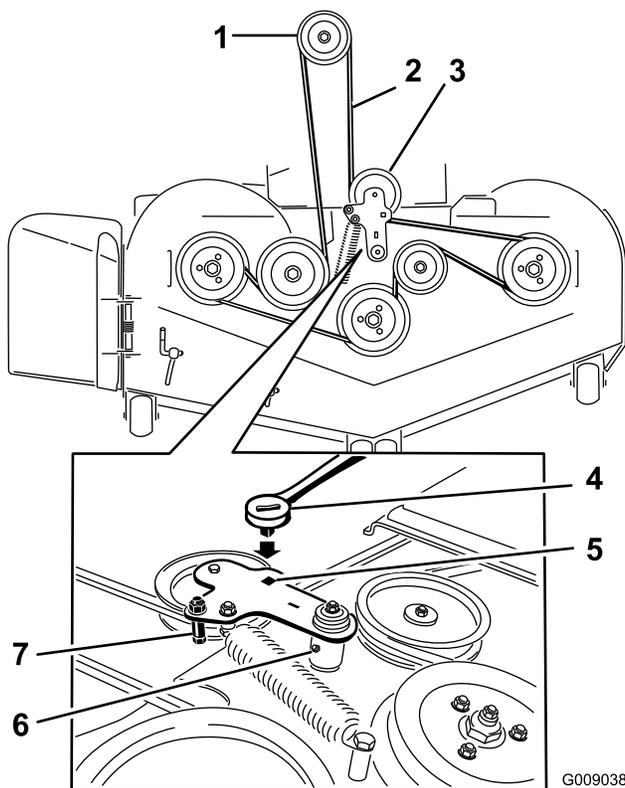
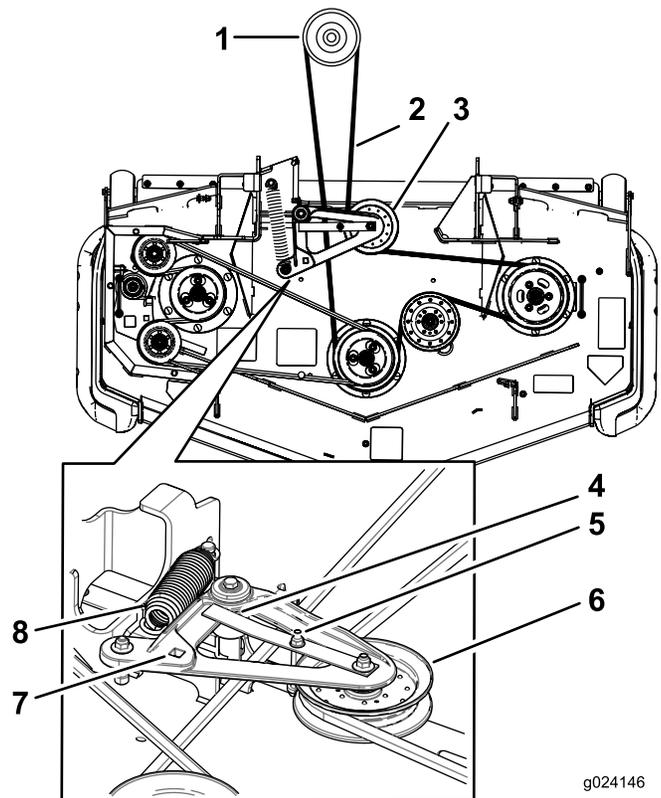

Рисунок 118
Рисунок 119
5. Поднимите панель пола и вставьте ключ с храповым механизмом в квадратное отверстие в натяжном ролике деки (Рисунок 118 или Рисунок 119).
6. Поверните натяжной ролик деки по часовой стрелке, поднимите за выступ направляющей ремня (только на машинах с задним выбросом) и снимите ремень газонокосилки (Рисунок 118 или Рисунок 119).